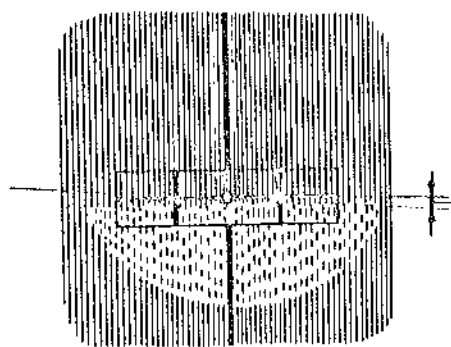

FIG. 2 Feux code
- Allumer les feux code et, l'enjoliveur enlevé, en régler l'orientation (agissant sur les vis de réglage du projecteur) de façon que la projection sur l'écran de la limite supérieure du faisceau lumineux vienne se situer sur l'axe central horizontal de l'écran ou légèrement au-dessous (voir fig. 2-p. feux asymétriques voir feuille 3).